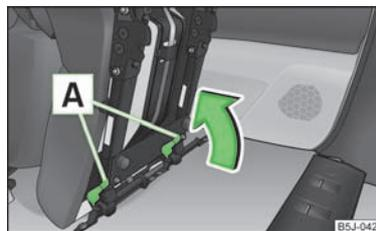

Fig. 40
- › Verrouillez le siège à l'extrémité du guidage en appuyant sur les verrous du siège **A** » fig. 40 dans le sens de la flèche.
- › Si le siège est démonté, posez-le d'abord sur le guidage et verrouillez-le » fig. 40. Assurez-vous que le siège est correctement verrouillé en le tirant vers le haut.